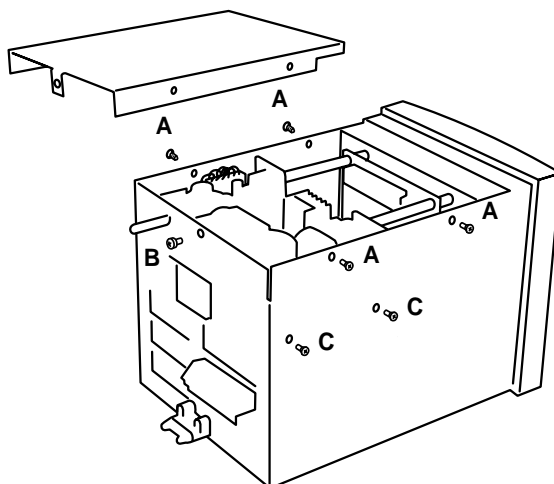

Figure 10.3a Dépose du capot supérieur
1. Déposez la plaque supérieure de l'unité en déposant les quatre vis de fixation à tête fraisée M2,5 ("A" figure 10.3a) et la vis à tête bombée M3 ("B" sur la figure).